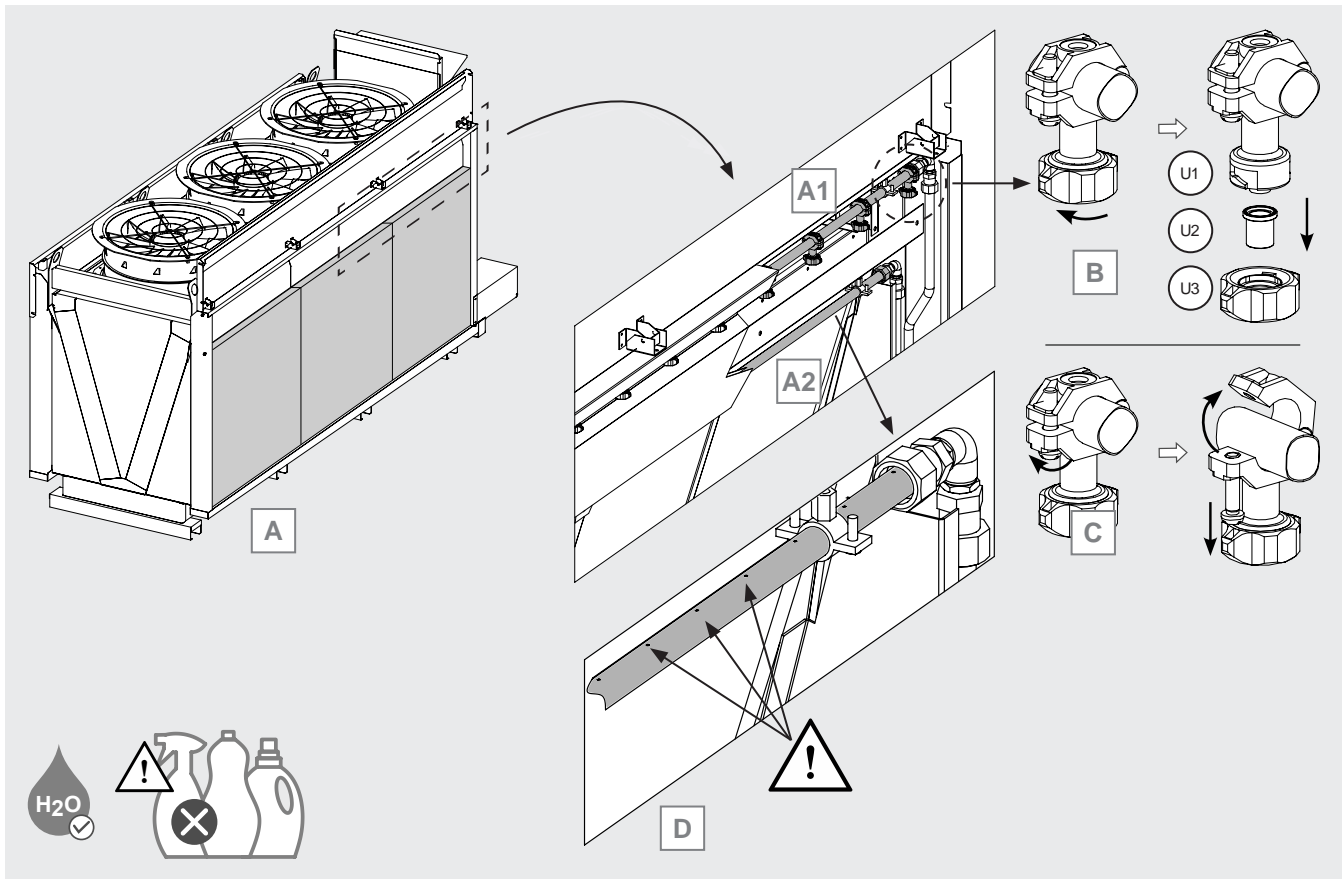

Figure 26
- 12.12.5 Localisez les conduites de distribution d'eau du système adiabatique. Observer la Figure 26 A : la ligne (A1), au moyen d'une rangée de buses, distribue l'eau au panneau extérieur. La ligne (A2), au moyen d'un tuyau perforé, distribue l'eau sur le panneau intérieur.
- 12.12.6 Observer la Figure 26 B. Chaque buse de la ligne (A1) est composée de 3 parties : 1 corps de buse (U1), 1 buse (U2) qui détermine le type de jet et le débit d'eau, 1 écrou (U3) qui maintient la buse en place.
- 12.12.7 Voir Figure 26 B. En cas d'encrassement des buses, il est possible de remplacer la buse sans changer l'ensemble de la buse: dévisser l'écrou et retirer la buse. Il existe 3 types de buses correspondant à 3 performances différentes : chacune est marquée par une couleur, violet (lilac), noir (black) et orange (orange). Remplacez les buses par des buses neuves de la même marque et de la même couleur. En cas de doute, contactez Modine.
- 12.12.8 Observer la Figure 26 C. Dans le cas de buses endommagées, dévissez la vis et ouvrez le raccord rapide. Retirez la buse. Si la buse est endommagée, remplacez-la complètement, y compris la buse.
12.12.10 Observer la Figure 26 D. Vérifier que tous les trous du tuyau de distribution (A2) sont parfaitement dégagés. Éliminez les éventuels résidus de calcaire à l'aide d'un chiffon humide. Ne pas utiliser de détergents ou de substances agressives.